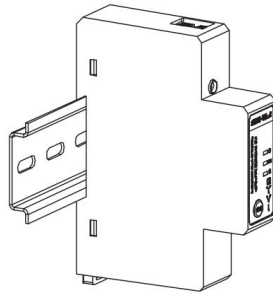

Abbildung 2
- (3) Klemmen Sie dann die untere Nut des Drehstromzählers auf die Hutschiene, wie in Abbildung 2 gezeigt;